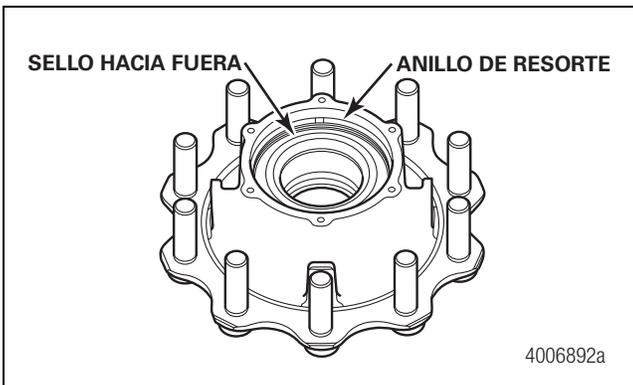
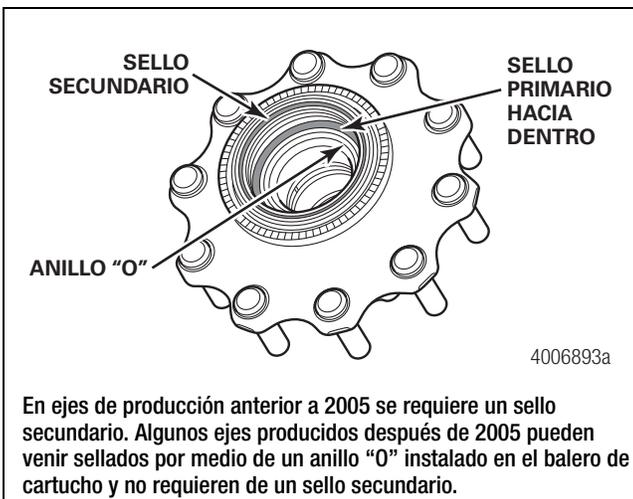

Figura 4.5
Figura 4.6
- La maza es un conjunto de una pieza que contiene baleros, sellos y lubricante a los cuales no se puede prestar servicio. Los sellos están ubicados en los lados interno y externo de la maza Figura 4.5 y Figura 4.6.
- El cartucho de balero, al cual no se puede prestar servicio, es mantenido en su lugar por un anillo de resorte de trabajo pesado, visible desde el lado exterior de la maza. Figura 4.5.